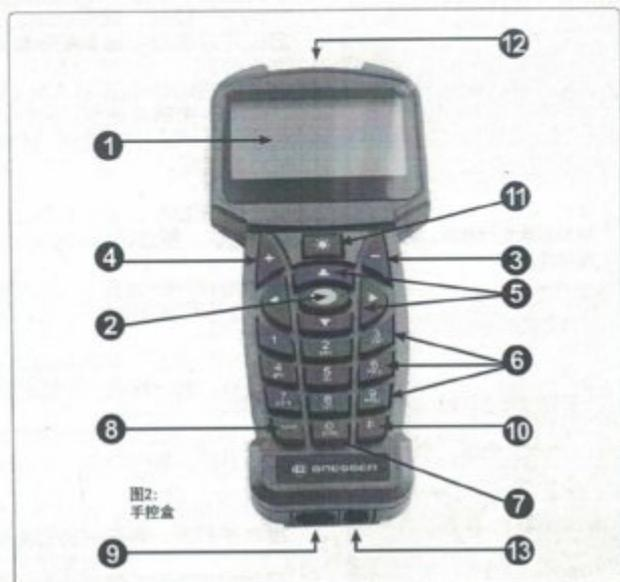

图2:
1. 按规定接上适配电源并把手提盒电缆插入控制面板的HBX端口(图1b)之后，版权信息将最先出现在LED显示屏(图2/1)上。
1. LCD显示屏(图2/1)-手提盒与望远镜这间的连接口。为了启用操作,所显示的菜单结构具有多种数值/信息或独立的菜单选项。
2. 输入键(图2/2)-按下进入下一级菜单或选择一个选项。输入键与计算机上的Return或Enter键类似。
3. 模式退键-(图2/3)-按下返回上一级菜单,顶部菜单是“选择项目”,模式退键-与计算机上的Escape键类似。
4. 模式进键+(图2/4)-这样,最近跟踪的物体可以被召回快速访问。当选择一个观察对象并按下回车按钮时,使用此命令键。望远镜随后将选定的物体定位在视野中。定位后,物体可能不会出现在视野的中心。如果这样,按此命令键将观察物体置中。
5. 移动方向键(图2/5)-按此键望远镜将沿特定的方向(上、下、左、右)按九种不同的速度旋转。旋转速度见第9页。使用箭头按钮可以附加以下功能:
- 6. 数字键(图2/6)-按压输入数字0至9。当未输入数据时，数字键可以用来改变回转速度。操作时，只需按一个数字键(1是最慢的速度，9是最高的速度)。按数字键“0”打开和关闭手机顶部的红色工作灯。
- 7. 停止键(图2/7)-这允许你中途中断任何望远镜被驱动的运动。重按停止键，望远镜再次启动上次执行的操作。
- 8. 帮助键(图2/8)-这允许你访问帮助功能，一旦您的问题得到解答，按-键返回到原始显示，继续执行先前选择的操作。
- 9. 数据串口(图2/9)-将线圈绳的一端插入位于该手控盒底部的端口(图2/9)，另一端插入马达控制面板HBX端口。
- 10. 多功能键(图2/10)-将线圈绳的一端插入位于该手控盒底部的端口(图1c)，另一端插入马达控制面板HBX端口。
- 11. 照明开关(图2/11)-通过重按此键，将工作灯(图2/12)以两个亮度水平打开，再按则将它关掉。
- 12. 照明窗(图2/12)-使用这个内置的红光照亮星图和附件，而不干扰你的眼睛适应黑暗。
- 13. RS-232接口(图2/13)-ASCOM兼容的串行PC接口，驱动程序可以在www.bresser.de下载。也可以在线购买，例如：